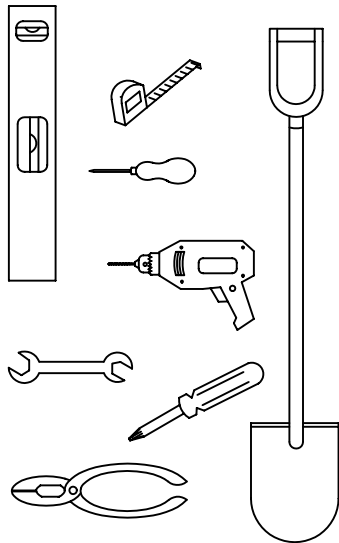

FIG. 1
- 1. WEATHER WARNING ! DO NOT ERECT YOUR BUILDING ON A WINDY DAY. ANY BUILDING LEFT PARTIALLY CONSTRUCTED MAY BE SERIOUSLY DAMAGED (FIG.1).**
- 3. ALL ASSEMBLY OPERATIONS MUST TAKE PLACE ON A COMPLETELY LEVEL SURFACE (FIG. 1)**
- 1. TEMPÊTE DE VENT: NE JAMAIS MONTER VOTRE ABRÍ PAR GRAND VENT. NE PAS LAISSER UN ABRÍ PARTIELLEMENT MONTÉ, LES PIÉCES POUVANT ÊTRE ENDOMMAGÉES (FIG. 1).**
DOIVENT ÊTRE RÉALISÉES SUR UNE SURFACE PLANE (fig 1).
- 1. AVISO DE TEMPESTADE! NÃO PROCEDA À MONTAGEM DO SEU ABRIGO NUM DIA VENTOSO. QUALQUER ABRIGO DEIXADO PARCIALMENTE MONTADO PODE FICAR SERIAMENTE DANIFICADO (FIG. 1).**
- 3. TODAS AS OPERAÇÕES DE MONTAGEM DEVEM SER EFECTUADAS NUMA SUPERFÍCIE COMPLETAMENTE NIVELADA (FIG. 1).**
1. PRESTE ATENCIÓN A LA METEOROLOGÍA. NO INTENTE LEVANTAR EL EDIFICIO EN UN DÍA DE VIENTO. CUALQUIER COMPONENTE QUE QUEDE A MEDIO MONTAR PUEDE SUFRIR DAÑOS IMPORTANTES. (FIG. 1).
3. TODAS LAS OPERACIONES DE MONTAJE DEBEN DE REALIZARSE SOBRE UNA SUPERFICIE TOTALMENTE PLANA Y AL MISMO NIVEL. (FIG. 1)